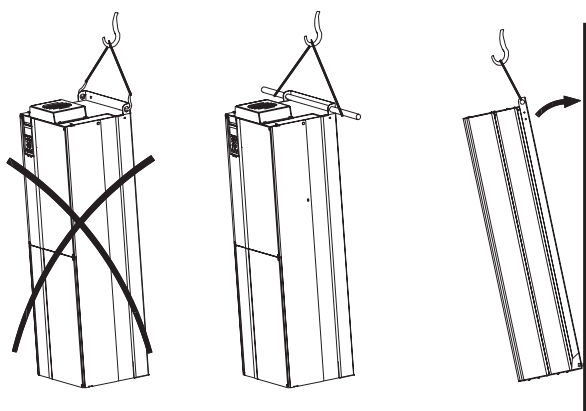

Рис. 2 Рекомендованный метод подъема
Всегда поднимайте преобразователь частоты CUE с использованием подъемных ушек. Используйте прут для устранения изгиба подъемных ушек. См. рис. 2.
3. В нижней части вставьте винты, но оставьте их слегка ослабленными. Поднимите преобразователь частоты CUE над винтами. Наклоните преобразователь частоты CUE относительно стены и вставьте винты в верхней части. Затяните все четыре винта. См. рис. 2.